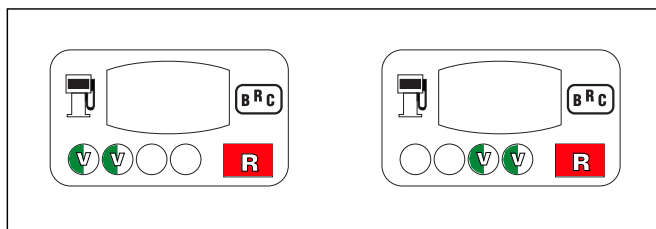

Fig. 24
- **Après environ 10÷15 secondes, le LED BICOLORE s'allume rouge fixe** (début de la phase d'acquisition du TPS) (fig. 24).